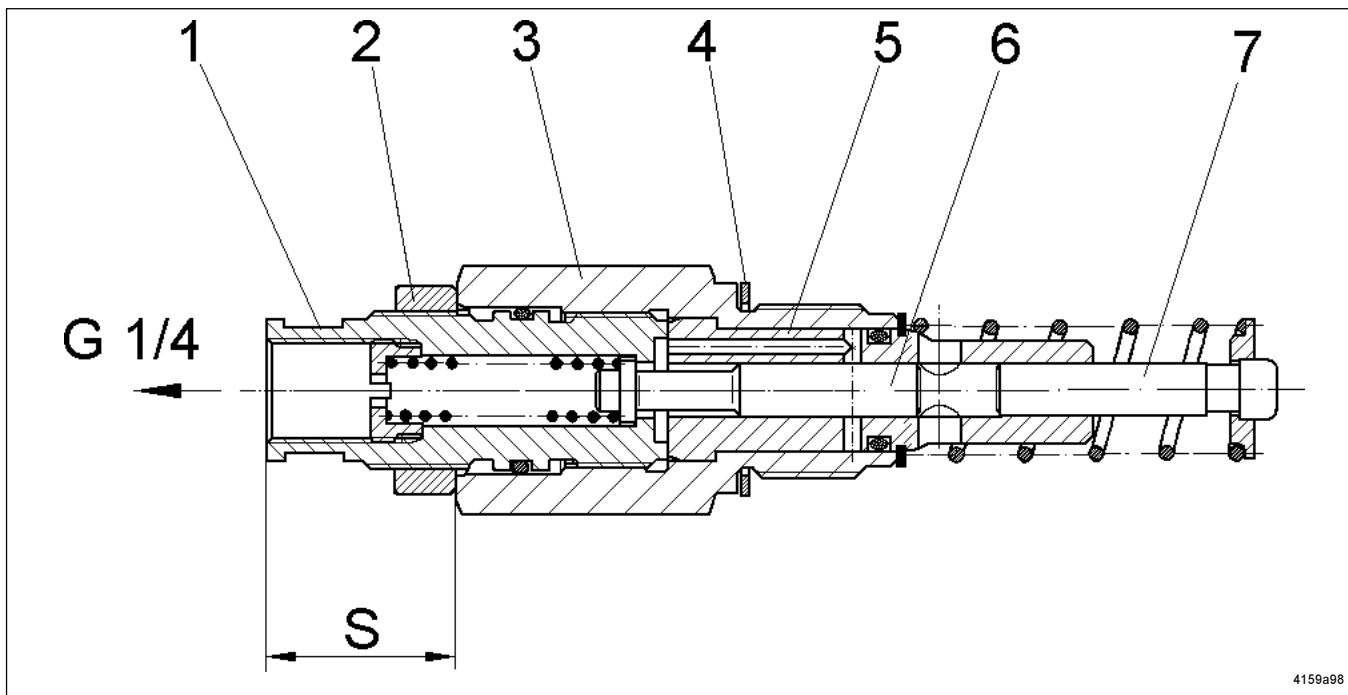
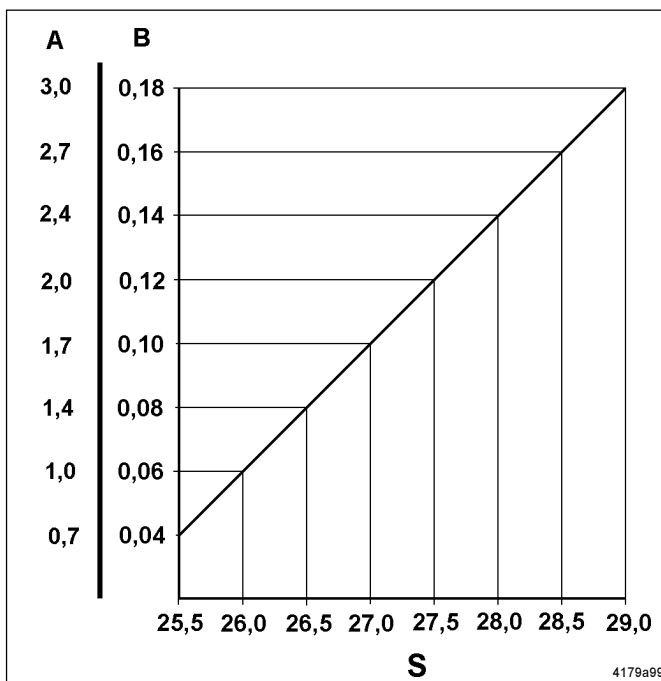

Abb. 10 - Schnittbild regulierbares Pumpenelement
Abb. 11 - Förderdiagramm
- * Kontermutter (2, Abb. 10) lockern, dabei den Pumpenelementkörper (3) mit einem Schraubenschlüssel festhalten.
- * Regulierspindel (1) mit einem Schraubenschlüssel verstellen,
siehe Förderdiagramm (Abb. 11)
- * Das Maß „S“ in Abb. 10 kann in Abhängigkeit von der gewünschten Fördermenge in Abb. 11 ermittelt werden.
- * Regulierspindel (1, Abb. 10) aus Pumpenelementkörper (3) heraus-schrauben bis „S“ ca. 30 mm.
- * Kontermutter (2) auf den Anschlag an der Regulierspindel (1) einschrauben.
- * Regulierspindel (1) mit Kontermutter (2) bis auf Anschlag in den Pumpenelementkörper (3) schrauben.
- * Maß „S“ auf gewünschten Wert entsprechend dem Förderdiagramm (Abb. 11) einstellen.